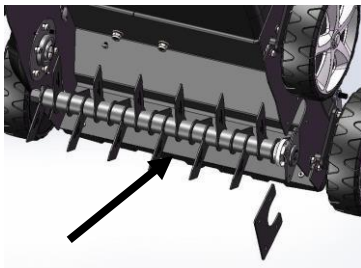

Abb.11C
2. Heben Sie die Walze an und ziehen Sie sie in die Richtung der Pfeile heraus. (Abb.11C)
1. Schieben Sie die neue Walze in die Richtung der Pfeile, stecken Sie die Welle in den Innensechskant und drücken Sie die andere Seite in den Halter. (Abb.11C/ Abb.11D/ Abb.11E).